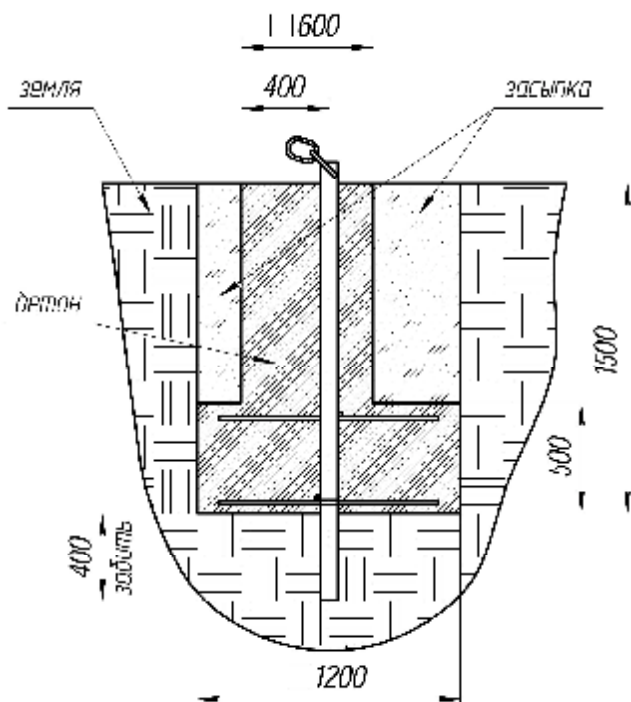

Рис.14 Анкерный фундамент в земле
3.4. Промежуточная секция состоит из 3-х поясов длиной 3м, 21-го раскоса длиной 0.8м и 3-х верхних распорок длиной 0.76м. Все элементы соединяются между собой на болтах М16. В сборе секция представляет собой 3-х гранную призму, сторона секции в сборе показана на рис.14. Вверху и внизу секции в поясах имеется по 4 отверстия для крепления накладок при помощи болтов М16. Также в каждом поясе имеется дополнительное отверстие для крепления переходных раскосов. В оттяжной секции обойма из швеллеров крепится болтами М16 к поясам в тех же местах, что и горизонтальные распорки в промежуточных секциях. Соединяющие болты М24 с втулками устанавливаются во время монтажа оттяжек.